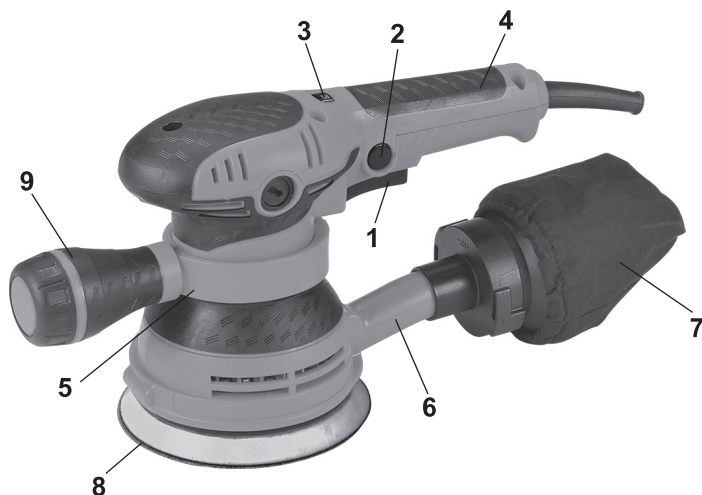

рис.1
1.7 Общий вид шлифмашины представлен на рис.1
1.8 Коллекторный двигатель (расположен вертикально) и механизм шлифмашины крепятся в пластиковом корпусе (рис.1 поз.5). Корпус состоит из 2-х частей (правой и левой), выполненный вместе с рукояткой (рис.1 поз.4) и патрубком пылеотвода (рис.1 поз.6). Крутящий момент с якоря электродвигателя передаётся на механизм, который придаёт основанию вращение вокруг своей оси и орбитальное. Сочетание 2-х видов вращения повышает качество обработки поверхностей, особенно на стадии окончательного полирования. На резиновое основание, липучкой, крепится абразивный шлифовальный круг (рис.1 поз.8). Шлифовальный (полировальный) круг – основной рабочий инструмент шлифмашины.
1.9 Клавиша выключателя (рис.1 поз.1) расположена в нижней части рукоятки (рис.1 поз.4). Включение шлифмашины осуществляется нажатием на клавишу выключателя указательным пальцем. Фиксация клавиши в рабочем положении, осуществляется кнопкой (рис.1 поз.2), расположенной слева на рукоятке. При повторном нажатии на клавишу, кнопка фиксации (со щелчком) возвращается в исходное положение.
В передней части расположен диск регулятора оборотов двигателя (рис.1 поз.3). С его помощью устанавливается необходимая скорость вращения основания.
4.5 С помощью регулятора (рис.1 поз.3) можно установить желаемую скорость вращения: согласуйте скорость с размером используемого зерна (см. Советы по использованию); перед началом работы определите оптимальную скорость и зернистость, проверяя работу на запасных кусках материала;